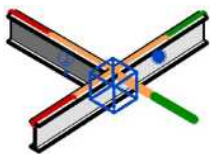

图 8-33 切割
(2) 按 Enter 键确认，将创建连接端切割且框架图元之间的子连接显示为虚线框，如图 8-33 所示。